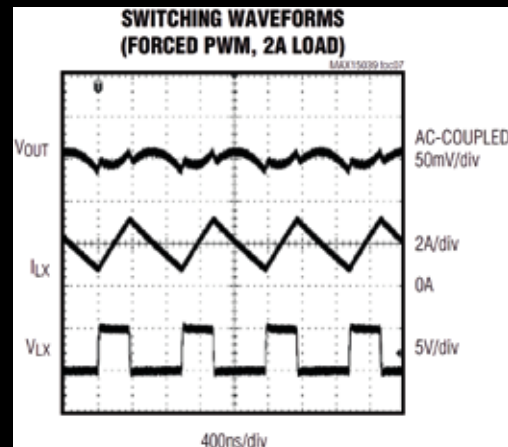

Abbildung 2:
Der Laststrom  $I_{out}$  (DC) liegt mittig von  $di/dt$  (siehe auch Abbildung 2), damit beträgt der Spitzenstrom  $I_{out} + \Delta I/2$ . Man kann mit Hilfe dieser Tabelle gut erkennen, wie eine niedrigere Induktivität den Spitzenstrom, bei gleich bleibender Last, erhöht. Für die Auswahl der Spule ist dieser Spitzenstrom eine wichtige Größe. Wählt man eine Spule mit zu niedrigem „Current Rating“, so gelangt sie in die